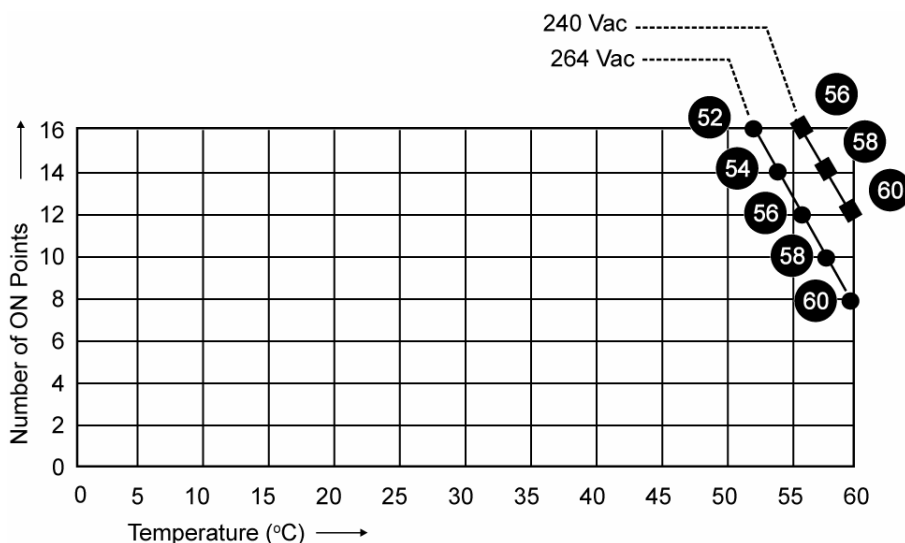

Figura 29 – Disminución de la capacidad nominal del módulo de entrada de CA
2. Para aplicaciones con CA de 240 V y temperaturas superiores a los 56 °C o CA de 264 V y 52 °C de temperatura, disminuya la cantidad de entradas activadas por módulo de entrada de CA. (Consulte la sección de datos de disminución de capacidad nominal de entrada de CA, y consulte Figura 29.)